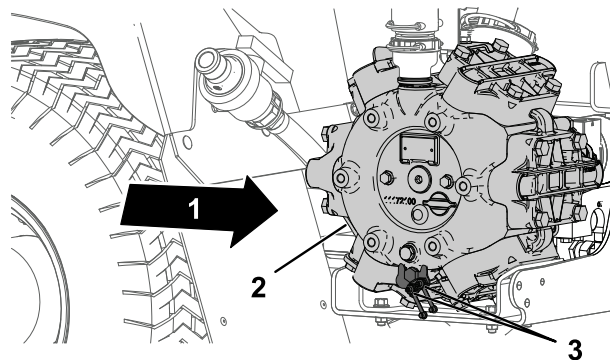

Figure 66
- Essuyez les 2 graisseurs à distance pour les nettoyer (Figure 66).
- Point de graissage (2)
- Injectez de la graisse dans le graisseur à distance (Figure 66).